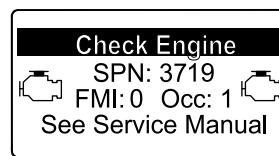

Рисунок 69
- Предупреждение о двигателе SPN 3719, FMI 0 (Рисунок 69)